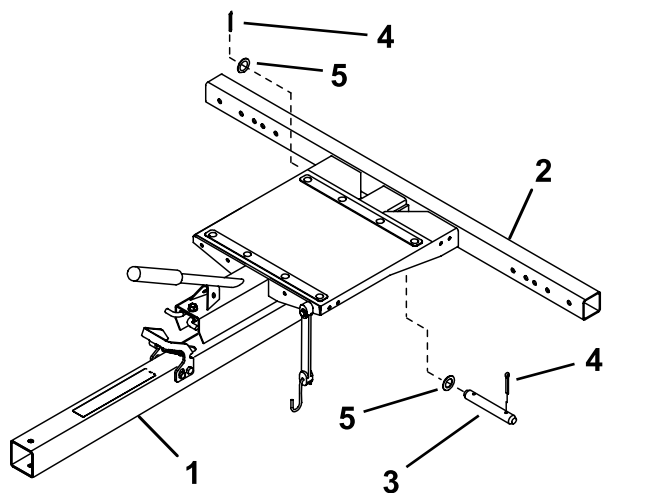

Figure 1
1. Insérez le timon dans le cadre en alignant les trous de montage arrière (Figure 1).
2. Fixez le timon dans le cadre avec un axe de chape, 2 rondelles et 2 goupilles fendues (Figure 1).